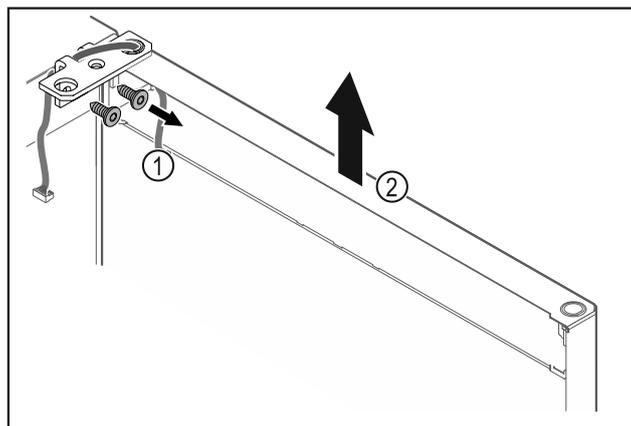

Fig. 21
- ▶ Odvrtite kutne šarke Fig. 21 (1).
- ▶ Dignite vrata s kutnim šarkama Fig. 21 (2) cca 200 mm ravno prema gore i skinite ih.